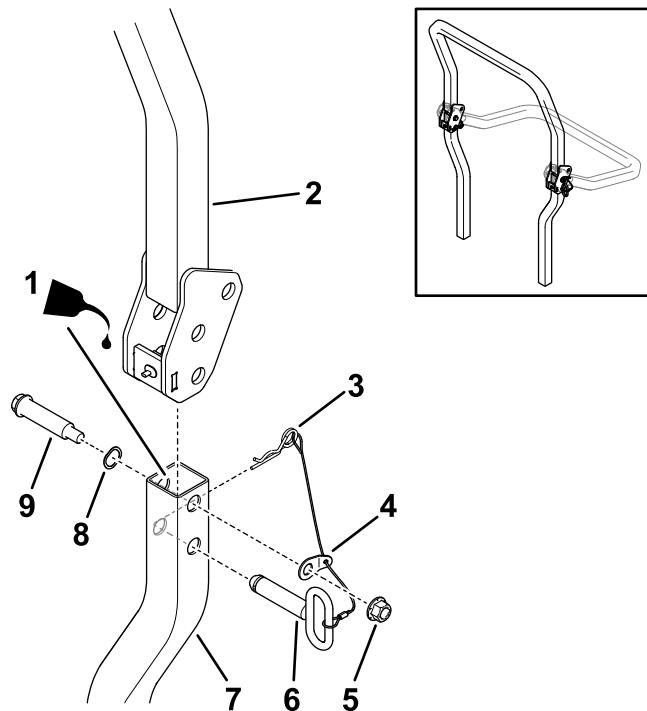

Figura 12
5. Oliate leggermente le superfici interne dei tubi del roll bar inferiore (Figura 12).
6. Montate senza fissare il roll bar superiore al roll bar inferiore con 2 bulloni di spallamento, 2 rondelle ondulate, 2 rondelle di fermo collegate a cordini e 2 dadi di bloccaggio ($\frac{1}{2}$ "), come illustrato nella Figura 12.
8. Sollevate il roll bar superiore in posizione verticale, montate i perni di chiusura (le maniglie ovali devono essere rivolte verso la parte esterna della macchina), e fissate con le coppiglie su ciascun lato (Figura 12).